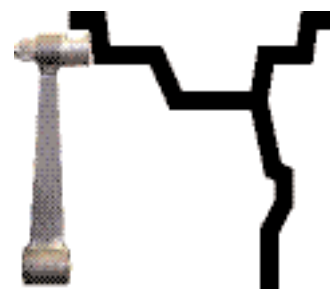

Рис. 10.1
10.2. Данная модель СБ снабжена устройством, позволяющим автоматически вводить диаметр «d» колеса и дистанцию «А». Для этого необходимо, взяв за рукоятку, вытянуть из корпуса СБ штангу ввода параметров, подвести палец на конце рукоятки к месту установки корректирующих грузов на внутренней стороне обода (см. рис. 10.1) и удерживать штангу в этом положении до появления звукового сигнала, после чего возвратить штангу в исходное положение.